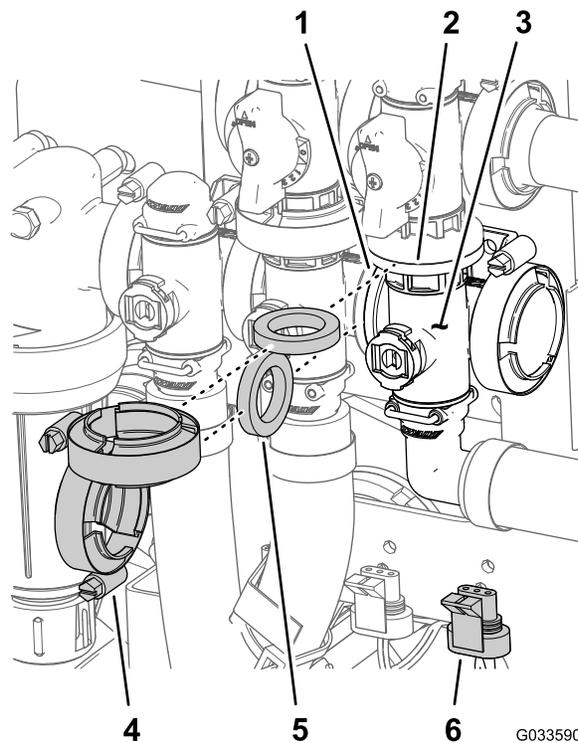

Рисунок 129
- Совместите фланец коллектора главного клапана стрелы, уплотнительную прокладку и фланец главного клапана перепуска стрелы (Рисунок 129).
- Смонтируйте коллектор главного клапана стрелы, уплотнительную прокладку и главный клапан перепуска стрелы с помощью фланцевого хомута, затянув его вручную (вид А на Рисунок 129).
- Совместите фланец коллектора главного клапана стрелы, уплотнительную прокладку и коллектор клапана перемешивания (Рисунок 129).
- Смонтируйте коллектор главного клапана стрелы, уплотнительную прокладку и коллектор клапана перемешивания с помощью фланцевого хомута, затянув его вручную (Рисунок 129).
7. Присоедините клапан перемешивания к креплению клапана с помощью болта с фланцевой головкой и фланцевой контргайки (Рисунок 129), снятых при выполнении пункта 3 в разделе Снятие главного коллекторного клапана стрелы \(страница 90\), и затяните гайку и болт с моментом от 10 до 12 Н·м.